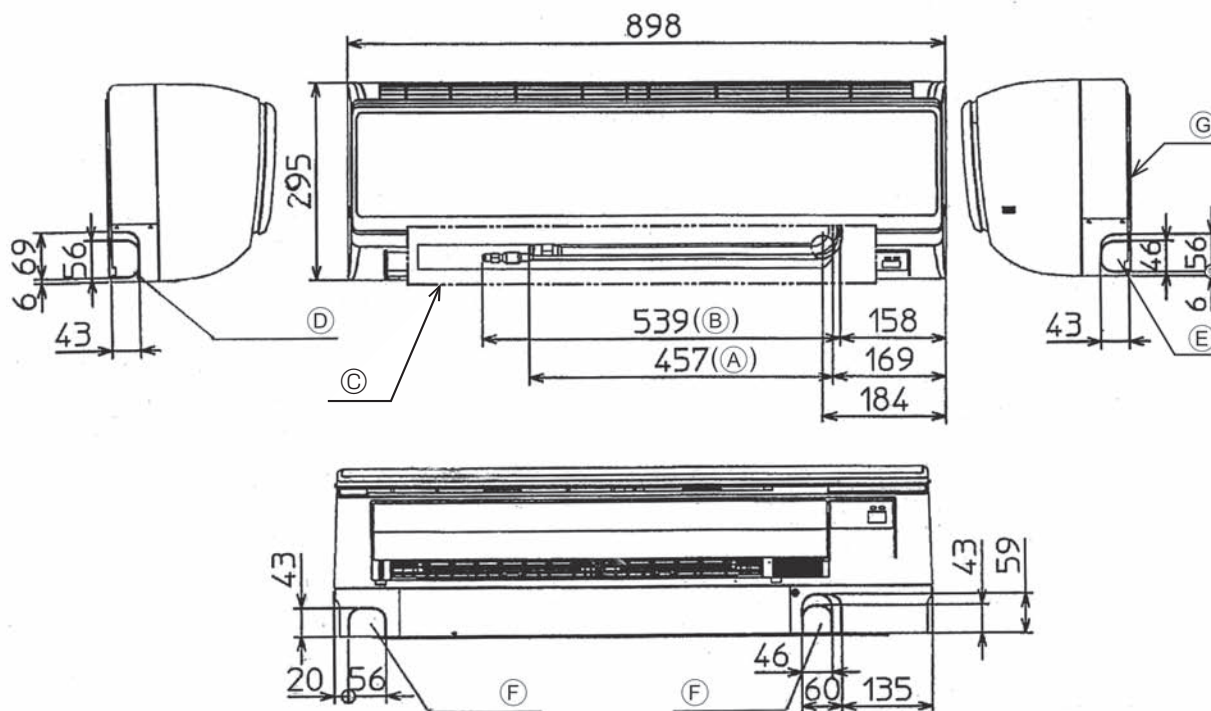

Fig. 4-2
4.2. Plaats van de koelstof- en afvoerpijpen (Fig. 4-2)
- (A) Gasp pijp * Geeft de status aan met bevestigde accessoires.
- (B) Vloeistofpijp
- (C) Afvoerleiding (effectieve lengte: 400)
- (D) Doordrukopening voor leidingen aan de linkerzijde
- (E) Doordrukopening voor leidingen aan de rechterzijde
- (F) Doordrukopening voor leidingen aan de onderzijde
- (G) Ophangplaat ①